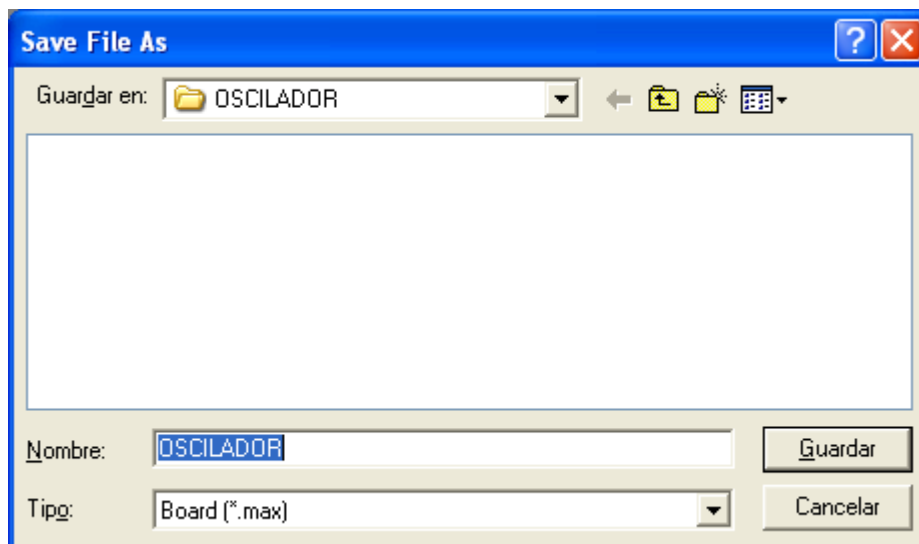

Figura 1.13. Estableciendo el nombre del fichero que contendrá el diseño del PCB.
- 3.- Un **nombre** para el diseño de la placa (Figura 1.13).